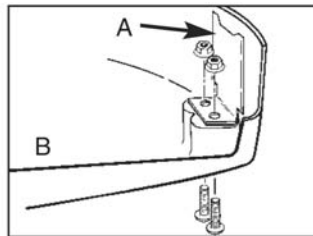

Рис. 12
1. Извлеките нож (А) из защиты триммерной головки (В) (Рис. 12)